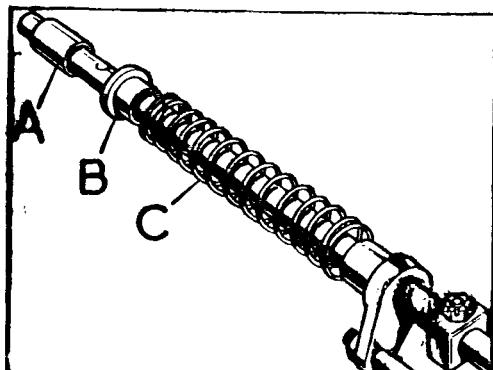

Fig. C-61 Barra corredera de la reduc-tora
3.2.5. Instalar el muelle, C (Fig. C-61), casquillo, B, y manguito separador, A, sobre la barra corredera.